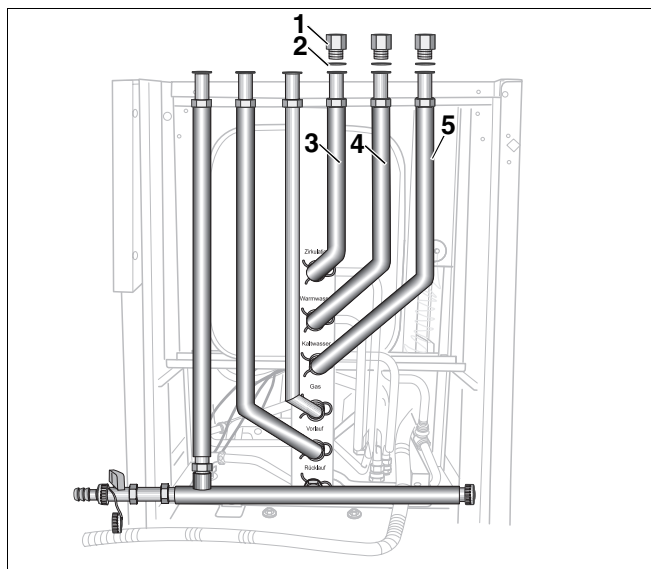

Abb. 16 Übergangsstücke $G\frac{3}{4} \times Rp\frac{3}{4}$ befestigen
- Die drei Übergangsstücke $G\frac{3}{4} \times Rp\frac{3}{4}$ (Abb. 16, **Pos. 1**) mit eingelegten Dichtungen (Abb. 16, **Pos. 2**) an den Überwurfmuttern der Anschlussrohre EZ (Abb. 16, **Pos. 3**), AW (Abb. 16, **Pos. 4**) und EK (Abb. 16, **Pos. 5**) befestigen und mit einem Schraubenschlüssel SW 30 festziehen.